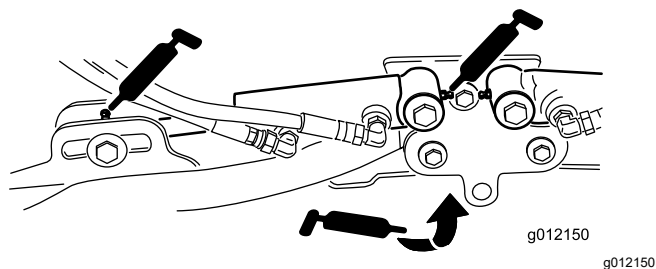

Figura 69
- Cilindros del brazo de elevación de la unidad de corte (2 en cada) (Figura 69)
- Pivotes del brazo de elevación (1 en cada) (Figura 69)